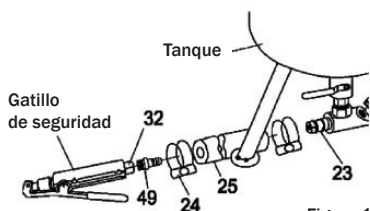
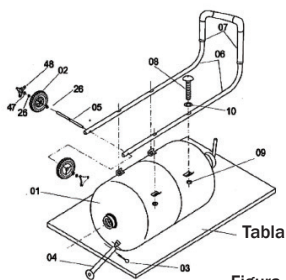

Figura 1
Figura 2
1. Siga el diagrama a la derecha para instalar los diversos componentes (Figura 1).
2. Deslice las dos abrazaderas de manguera (24) sobre cada extremo de la superficie de la manguera abrasiva (25).
3. Presione un extremo de la manguera, sobre el niple en el tubo de salida de abrasivo (23). Y el otro extremo sobre el
4. Adaptador de manguera de disparo de seguridad abrasiva (49). Ambos extremos de la manguera deben asentarse firmemente en el
5. Coloque el tanque de chorro abrasivo sobre una superficie plana y nivelada (como un banco de trabajo o una mesa), con los soportes de montaje del manillar hacia arriba. (Figura 2)
6. Alinee los 4 orificios en el manillar (06) con los cuatro orificios en los soportes de montaje del manillar. Nota: Mantenga el extremo curvo del mango hacia arriba.
7. Coloque una Arandela (10) en cada uno de los cuatro Tornillos de montaje del manillar (08) e insértelos a través de cada uno de los cuatro agujeros.
8. Coloque una tuerca (09) en el extremo de cada tornillo y apriete firmemente con una llave.
9. Localice el eje de la rueda (05) y deslícelo a través de los agujeros del eje ubicados en la parte inferior del manillar.
10. Deslice una Arandela de rueda (26) en cada extremo del eje de la rueda.
11. Deslice una rueda (02) en cada extremo del eje de la rueda.
12. Deslice una Arandela de rueda (26) en cada extremo del eje de la rueda.
13. Usando alicates de anillo de retención, instale un anillo de retención (47) en cada extremo del eje de la rueda. Nota: El eje de la rueda tiene una ranura cortada: el anillo de retención debe descansar en esta ranura para que no se deslice fuera del eje de la rueda.
14. Encaje firmemente las tapas de las ruedas (48) en su lugar sobre las ruedas.